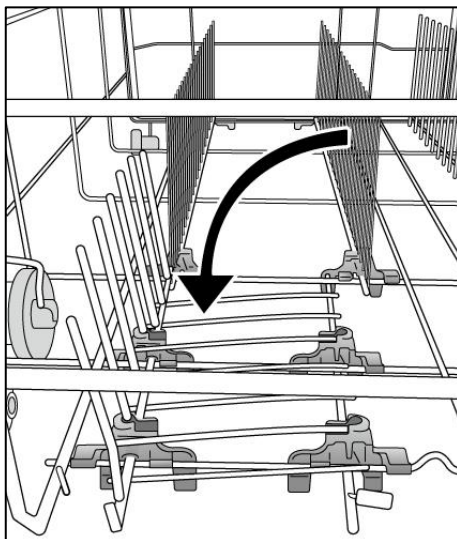

Fig. 6
- Pour la vidange, introduire le tuyau dans l'installation de vidange, en prenant soin de ne pas le plier car l'écoulement des eaux s'en trouverait perturbé (fig. 6).
Pour positionner correctement le panier à couverts, baissez les picots rabattables avant comme cela est montré sur la fig. 6 pour garantir une stabilité maximale.